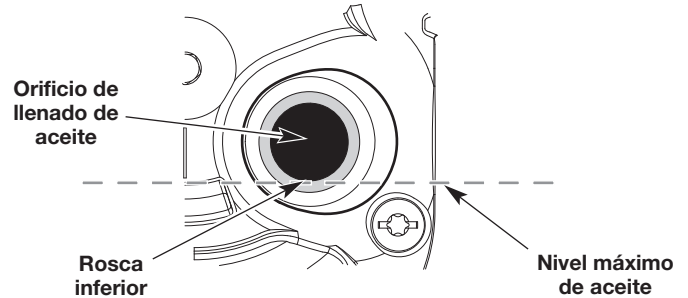

Fig. 15
5. Observe el interior del orificio de llenado de aceite; use una linterna si es necesario. **El nivel de aceite sólo debe tocar la rosca inferior del orificio de llenado de aceite** (Fig. 15).